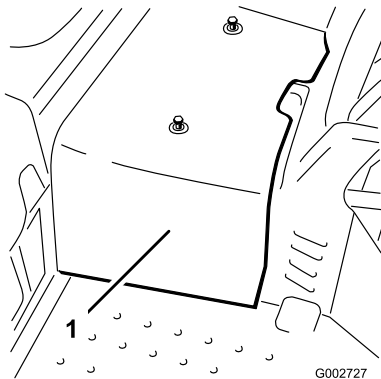

Figure 39
2. Desserrez les 2 vis qui fixent le carénage central à la machine et déposez le carénage (Figure 39).